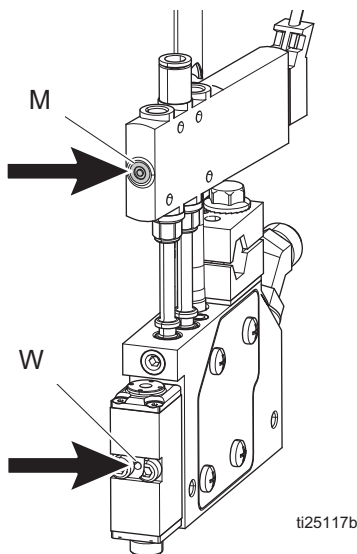

FIG. 11
1. Vérifier visuellement s'il y a de la colle dans l'orifice de purge (W). Voir la **Figure 11**.